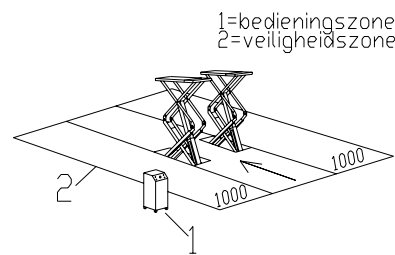

Fig.4
De veiligheidszone (Fig.4) wordt gedeeltelijk bepaald door de afmetingen van het te heffen voertuig.
De fabrikant wijst alle claims af van verwondingen aan personen of schade aan voertuigen en andere objecten veroorzaakt door incorrect en / of ongeoorloofd gebruik van de hefbrug. Tijdens stijg- en daalbewegingen moet de bediener zich in de bedieningszone (1) bevinden, zoals aangegeven in Fig.4. De aanwezigheid van personen in de veiligheidszone (2) is ten strengste verboden. De aanwezigheid van